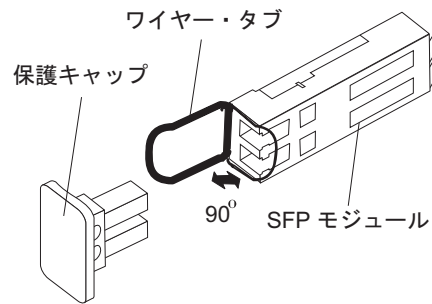

図 15. SFP モジュールおよび保護キャップ
2. 図 15 に示すように、SFP モジュールから保護キャップを取り外します。将来の利用に備えて、保護キャップを保管しておきます。
2. 必要があれば、49 ページの図 15 に示すように、SFP モジュールから保護キャップを取り外します。将来の利用に備えて、保護キャップを保管しておきます。